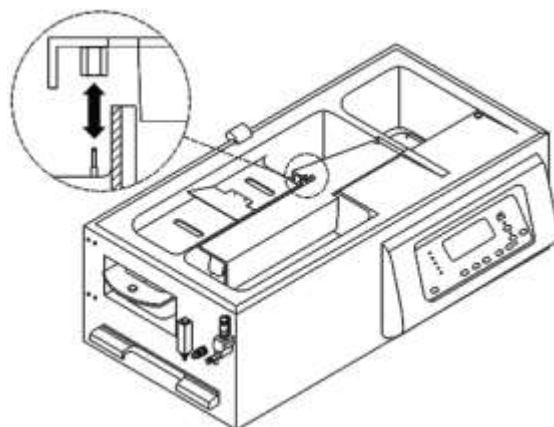

Figura 198 – Condutor de ar
5. Retire o condutor de ar puxando para cima, conforme figura 198.